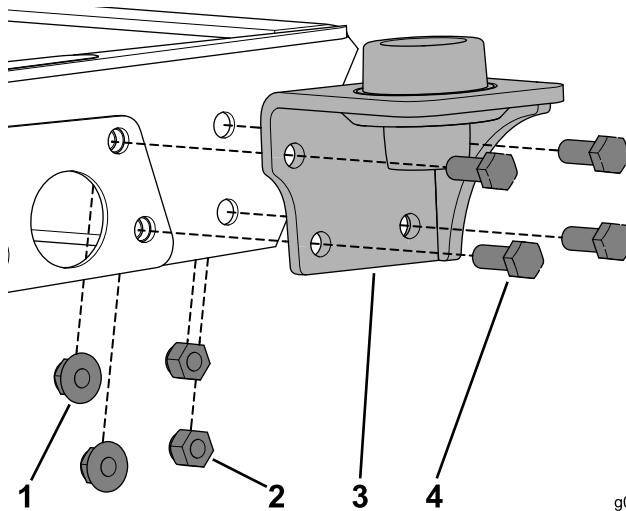

Рисунок 18
1. Снимите имеющиеся крепежные детали и установите крепление на машину при помощи 4 болтов (3/8 x 1 дюйм), 2 фланцевых гаек и 2 контргаек (Рисунок 18).